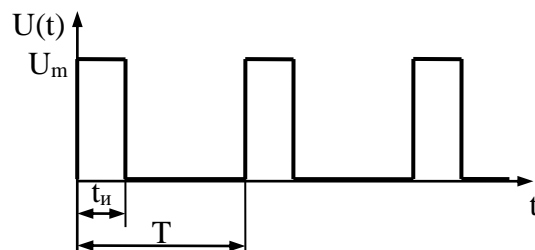

Рис. 3.
12. Определить максимальное U_m значение напряжения импульса по показанию $\alpha U = 20$ В вольтметра типа В7-26 (содержит преобразователь максимального значения с закрытым входом, шкала проградуирована в действующих значениях синусоидального напряжения), работающего в режиме измерения напряжения переменного тока, если на его вход подана периодическая последовательность прямоугольных импульсов длительностью $t_{и} = 1$ мкс и периодом следования $T = 100$ мкс (рис. 3).